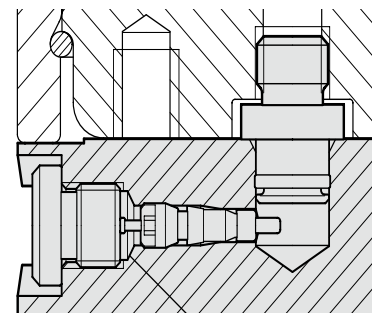

Abbildung 4: für autonomen Betrieb E)
- 5.7 Bei autonomen Betrieb (s. Abb. 4) der Gasdruckfeder das Ventil (Pos. E) mit dem Ventilwerkzeug in die Gasbefüllöffnung der Adapter-Bodenplatte einsetzen und **handfest** anziehen.